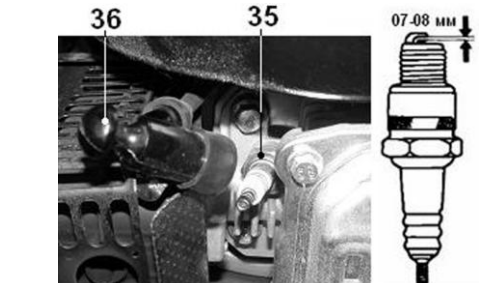

Рис. 17
9.5. Обслуживание свечи зажигания (Рис. 17).